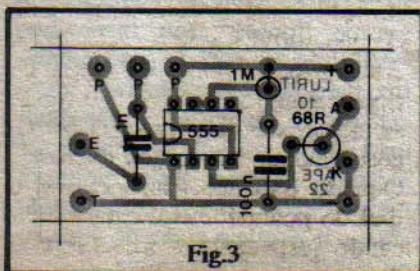

Fig.3
- FIG.3 - “Chapeado” da montagem. A placa, na figura, é vista pelo lado não cobreado, já com todas as peças posicionadas. Observar que (por razões de compactação...) os resistores são montados “em pé”. O “resto” não tem “segredo”, bastando ao iniciante observar o posicionamento do Integrado, referenciado pela marquilha existente numa de suas extremidades. Quem ainda tiver dúvidas deve recorrer ao TABELÃO APE (lá no começo de todo exemplar da nossa Revista...), cujas informações visuais esclarecem quanto à identificação de códigos, terminais, polaridades e o “escambau”... Os Leitores que ainda estão “pagãos” em montagens, também não precisam “ter medo”... Uma leitura atenta às INSTRUÇÕES GERAIS PARA AS MONTAGENS (junto ao TABELÃO, no começo da Revis-
ta...) dará todas as “dicas”, conselhos e “macetes” necessários a uma construção sem problemas, da LURIT-10 (e de qualquer outra montagem...). Algumas “ilhas periféricas” (junto às bordas da placa), na fig. 3, apresentam-se sem ligação... Esses pontos referem-se às conexões externas à placa, que são vistas na próxima figura (conferir tudo direitinho, antes de passar para a próxima fase da montagem...).